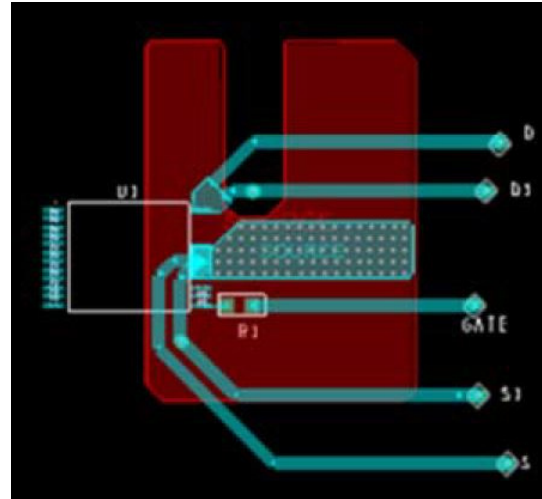

図 24. PowiGaN デバイス (INN3278C、INN3279C 及び INN3270C) に対する熱抵抗試験条件
この温度試験に使用した PCB を図 24 に示します。このテスト ボードは、2 オンス、2 層で構成されています。InSOP パッケージは上面にマウントされ、配線されています。下層には、ヒートシンク領域として 550 mm² の銅パターンが施されています。
- 図 24 を参照してください。